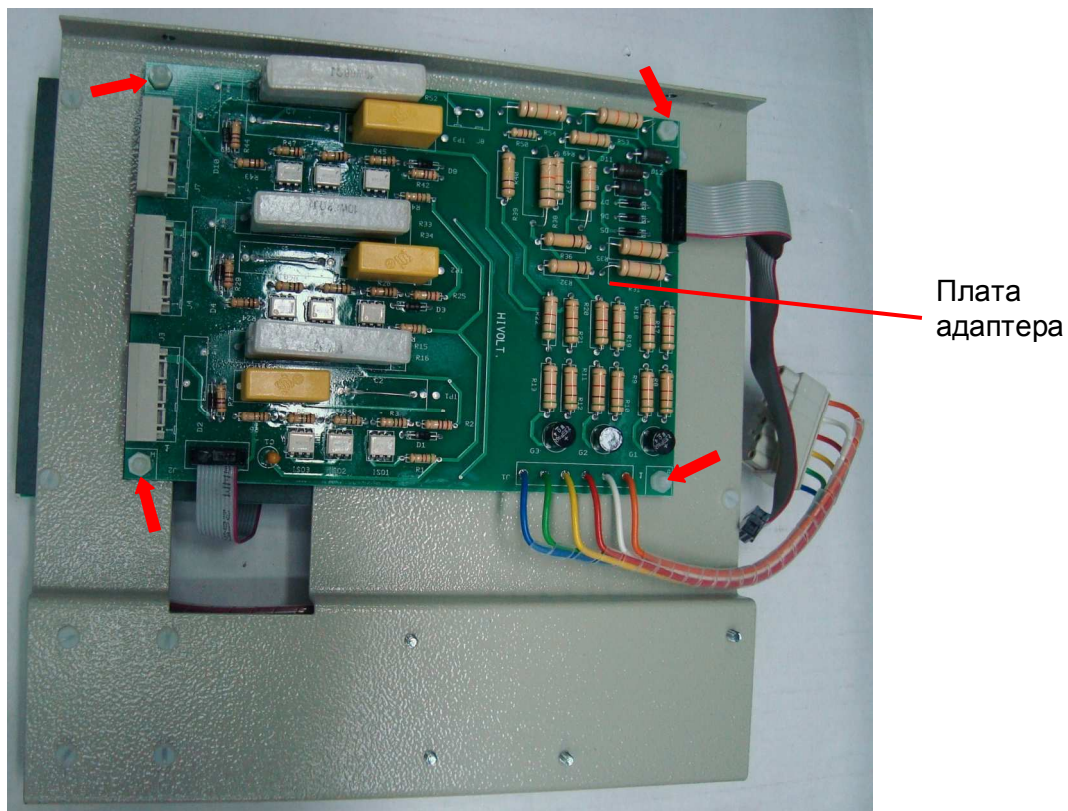

Рис. 6.8
6.5.2. Открутить четыре пластмассовые гайки (рис. 6.8, красные стрелки) и положить их в тару.